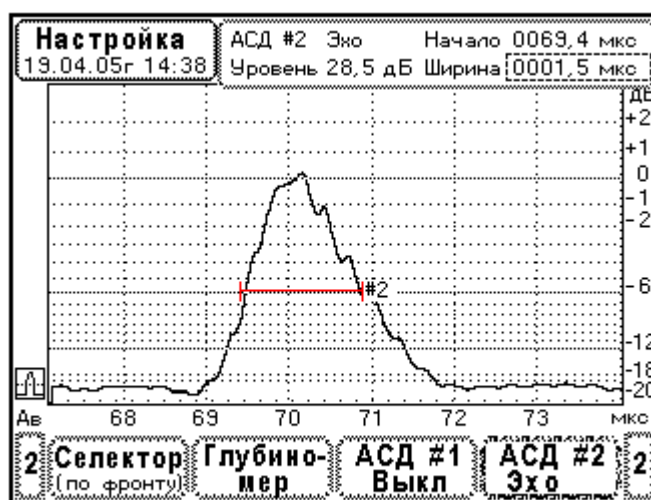

Рис. 10.6.13.1. Определение длительности эхосигнала преобразователя.
- Регулируя ширину и сдвиг развертки (меню «Экран») установите эхосигнал по центру экрана и максимально растяните его (Рис. 10.6.13.1.). Амплитуду эхосигнала установите на стандартный уровень (0дБ по разметке экрана).
- Выберите меню «АСД#2». Пользуясь элементами меню, установите положение строба на уровень -6дБ, начало и конец строба совместите с передним и задним фронтами эхосигнала (Рис. 10.6.13.1.). В этом случае ширина строба АСД#2 равна длительности эхосигнала на уровне -6дБ от максимума.